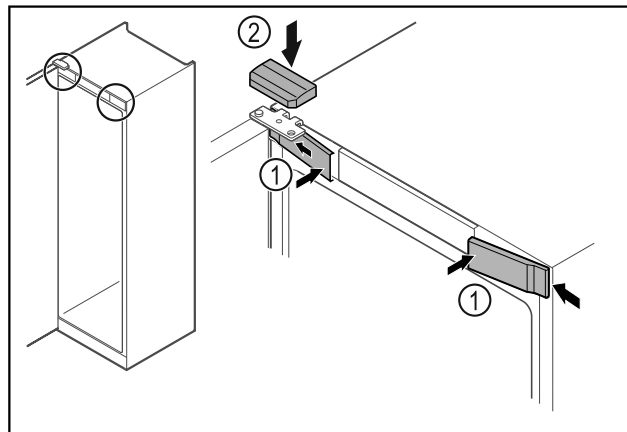

Fig. 68
- Voorste afdekkingen Fig. 68 (1) zijdelings bevestigen en vastklikken.
- Bovenste afdekking Fig. 68 (2) van boven vastklikken.